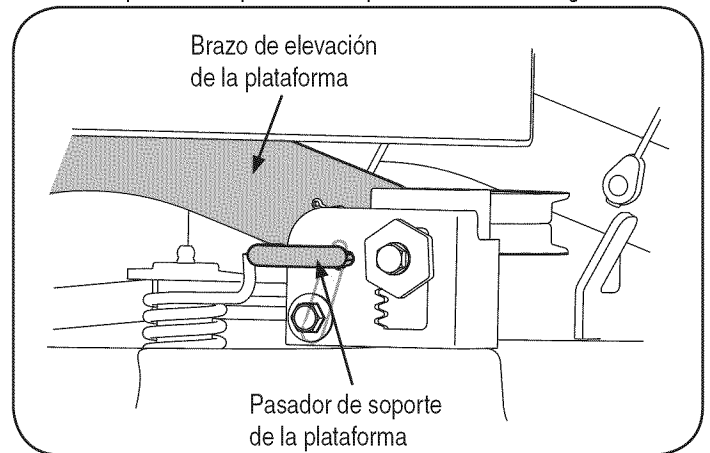
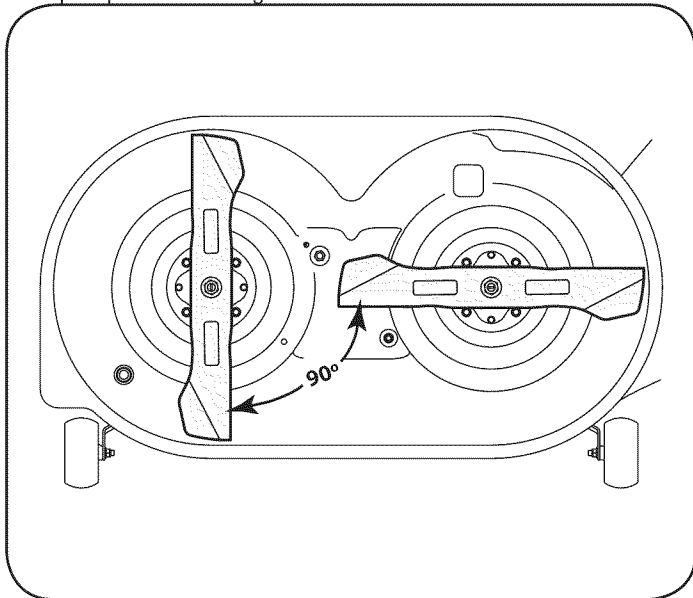

Figura 19
Figura 24
4. Mirando la plataforma de corte desde el lado izquierdo del tractor, localice el pasador de soporte de la plataforma ubicado en el lateral posterior izquierdo de la plataforma. Vea la Figura 19.
5. Tire hacia afuera el pasador de soporte de la plataforma para separar la misma del brazo de elevación de la plataforma. Gire la manija del pasador de soporte hacia abajo para trabar el pasador en la posición desenganchada. Vea la Figura 19.
- Si la correa de sincronización estaba instalada correctamente y las flechas de sincronización estaban ubicadas como se indica en la Figura 19, las cuchillas de corte deben estar en la posición que aparece en la Figura 24.